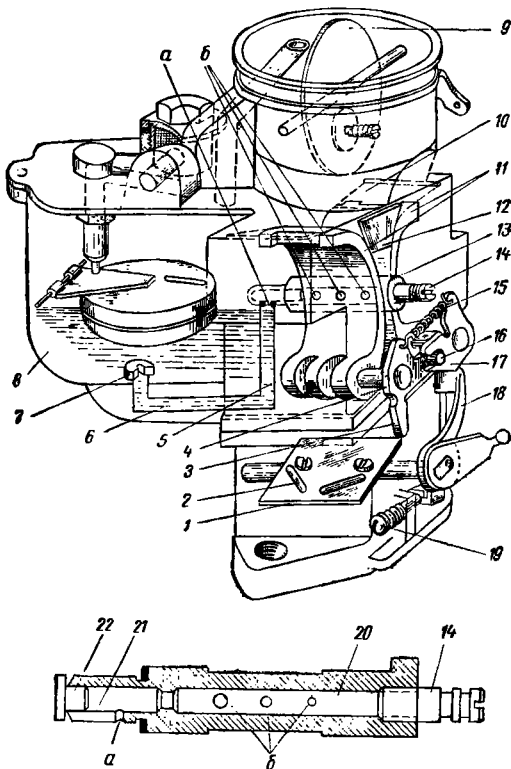

Рис. 36. Карбюратор К-80.
Диффузор переменного сечения устроен следующим образом. Подвижные крылья 11 (рис. 36) жестко связаны с рычагами 17 (ведущий) и 4 (ведомый) и могут поворачиваться вместе с ними вокруг своих осей, штиль 16 рычага 4 входит в вырез рычага 17; благодаря такой связи оба рычага, а следовательно, и крылья диффузора поворачиваются одновременно и на одинаковый угол.
Распылитель 13 карбюратора выполнен в виде трубки (латунной), закрытой с одного конца хвостовиком 14 (см. рис. 36) на резьбе, а с другого конца — заглушкой 22. По оси распылителя высверлен канал 20, а в боковых стенках — три пары отверстий 6 разного диаметра для выхода топлива. На конце распылителя выполнены калиброванное отверстие — жиклер а и щелевая прорезь 21, частично закрытая заглушкой 22. Распылитель установлен между крыльями диффузора так, что при максимальном сближении крыльев между ними и распылителем остаются небольшие щели.
Топливо, вытекающее из распылителя 13, попадает на дроссельную заслонку 1, по коническому желобку 2 (см. рис. 36) стекает к ее кромке и увлекается воздушным потоком, проходящим с большой скоростью между кромками дроссельной заслонки и стенками смесительной камеры.
При открытии дроссельной заслонки на ту же величину, но при больших оборотах коленчатого вала крылья диффузора будут раскрываться на больший угол под скоростным напором воздушного потока, преодолевающим сопротивление пружины 15 (см. рис. 36).
- а) пусковое устройство — воздушную заслонку 9 (см. рис. 36) с автоматическим клапаном,